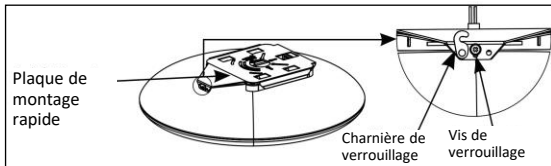

Figure 3.1
3. Montage en surface (SM) pour auvent/garage
- Déballez le projecteur. Desserrez (ne retirez pas) la vis de blocage. Faites pivoter la charnière de verrouillage dans le sens antihoraire. (Fig. 3.1)